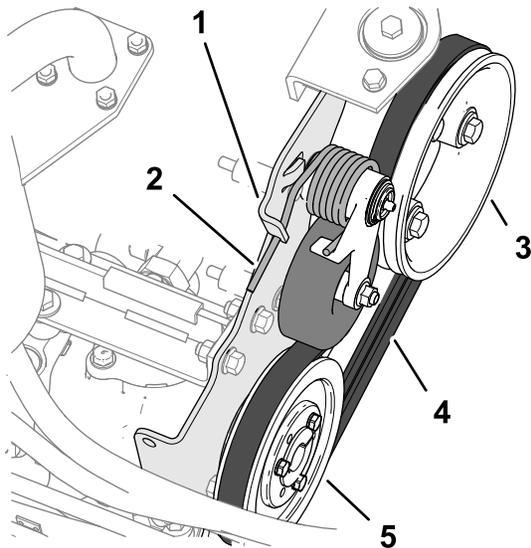

Figura 84
2. Presione hacia abajo el extremo del muelle tensor de la correa y retírelo de la muesca del soporte de la bomba, y mueva el extremo del muelle hacia adelante (Figura 84).